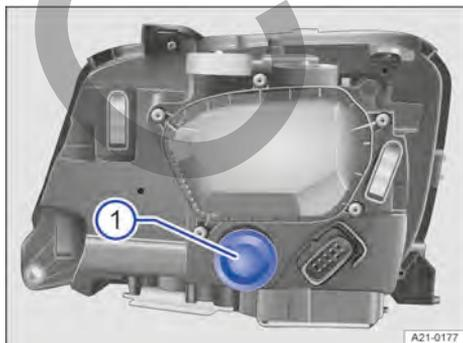

Fig. 149 En el vano motor: tapa en el faro de xenón.
- Retire la tapa de goma de la parte posterior del faro → fig. 149 ①.
- Coloque la tapa de goma en la parte posterior del faro → fig. 149 ①.